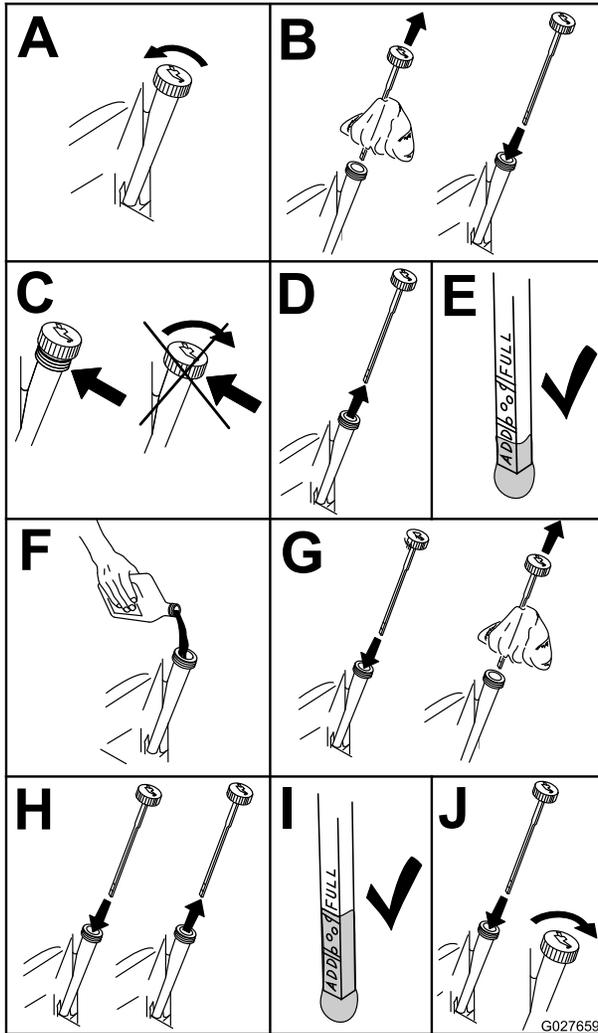

Figura 53
2. Pare el motor, retire la llave y espere a que se detengan todas las piezas en movimiento antes de abandonar el puesto del operador (Figura 53).